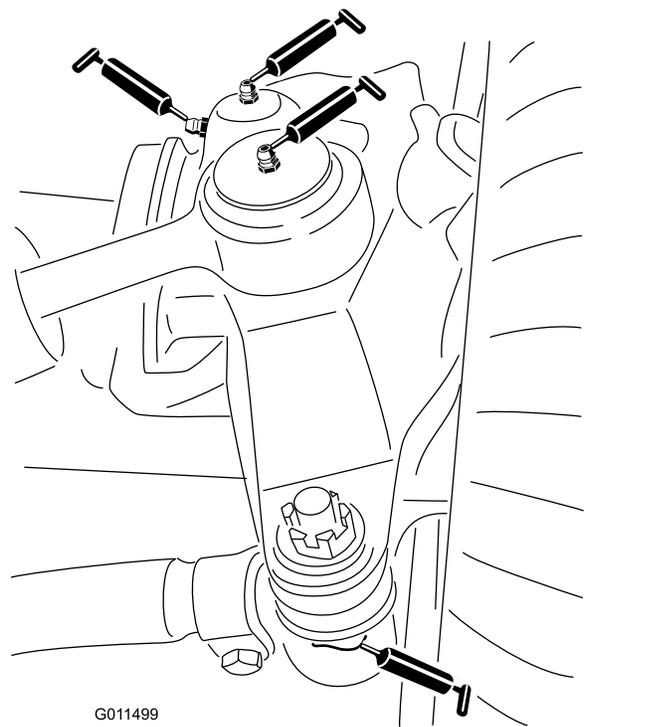

Figura 35
- Giunti a sfera (2) del cilindro di sterzo (Figura 35)
- Giunti a sfera (2) del tirante (Figura 35)
- Boccole (2) sul perno del fuso a snodo (Figura 35).